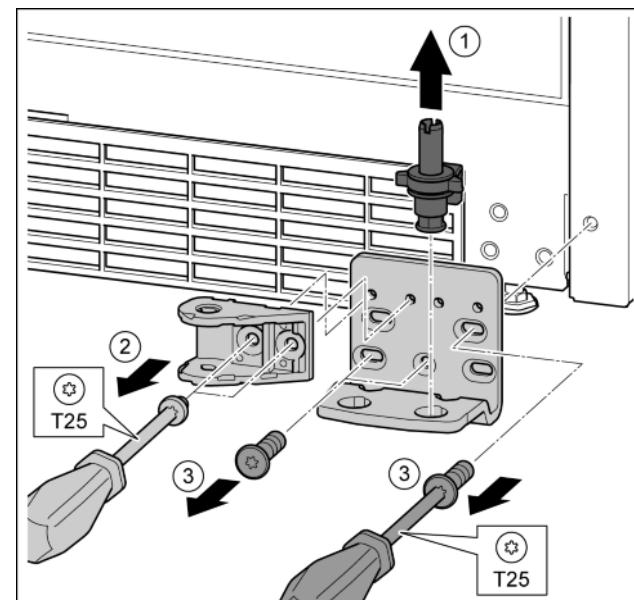

Fig. 35
- Опорний гвинт цілком витягніть рухом вгору. Fig. 35 (1)
- Викрутіть гвинти за допомогою викрутки T25 та зніміть з'єднувальний елемент демпфера. Fig. 35 (2)
- Викрутіть гвинти за допомогою викрутки T25 та зніміть опорний кронштейн. Fig. 35 (3)